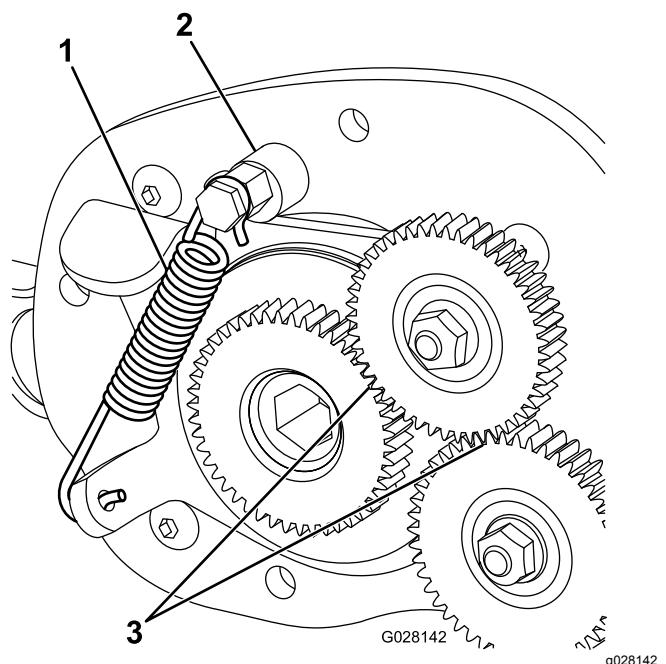

Figura 12
15. Instale el muelle tensor del engranaje intermedio (Figura 12).
16. Con el engranaje intermedio engranado, utilice una galga de calibración de bujías para comprobar que hay un espacio de 0,38–0,45 mm entre el engranaje arrastrado y el engranaje intermedio fijo (Figura 12).